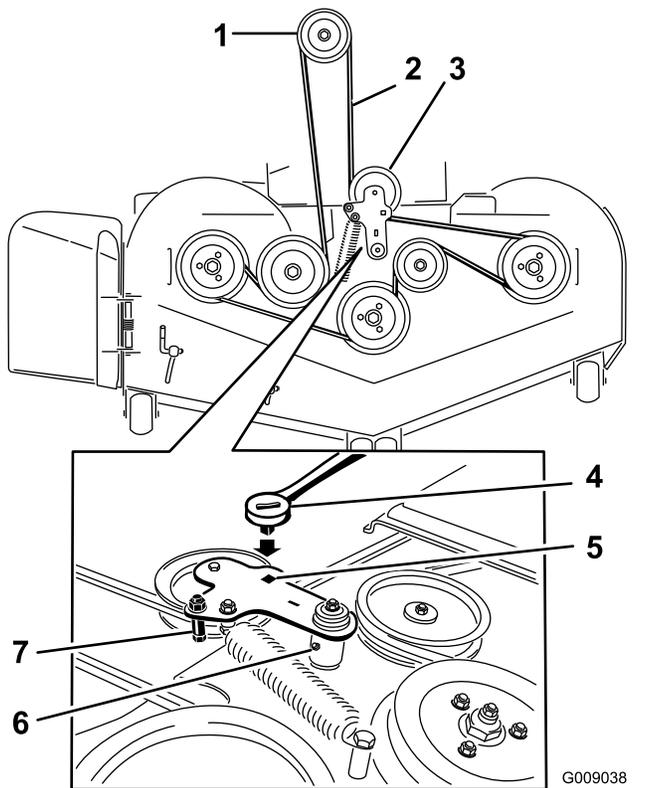

Figure 80
5. Insérez un rochet dans le trou carré du bras de tension pour détendre le ressort de la poulie de tension (Figure 80).
7. Enlevez le guide-courroie situé sur le bras de la poulie de tension rappelé par ressort (Figure 80).
9. Acheminez la courroie neuve autour des poulies du tablier de coupe et de la poulie d'embrayage, sous le moteur (Figure 80).
- Montez le guide-courroie sur le bras de la poulie tension (Figure 80).
- Insérez le rochet dans le trou carré et montez le ressort de la poulie de tension (Figure 80).